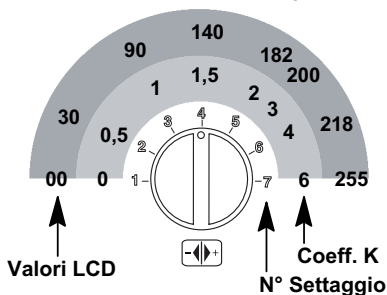

Figura 5.58
- Impostare il valore ruotando la manopola in Figura 5.58 da un minimo di **30** (la sequenza **P15** si alterna **30**)